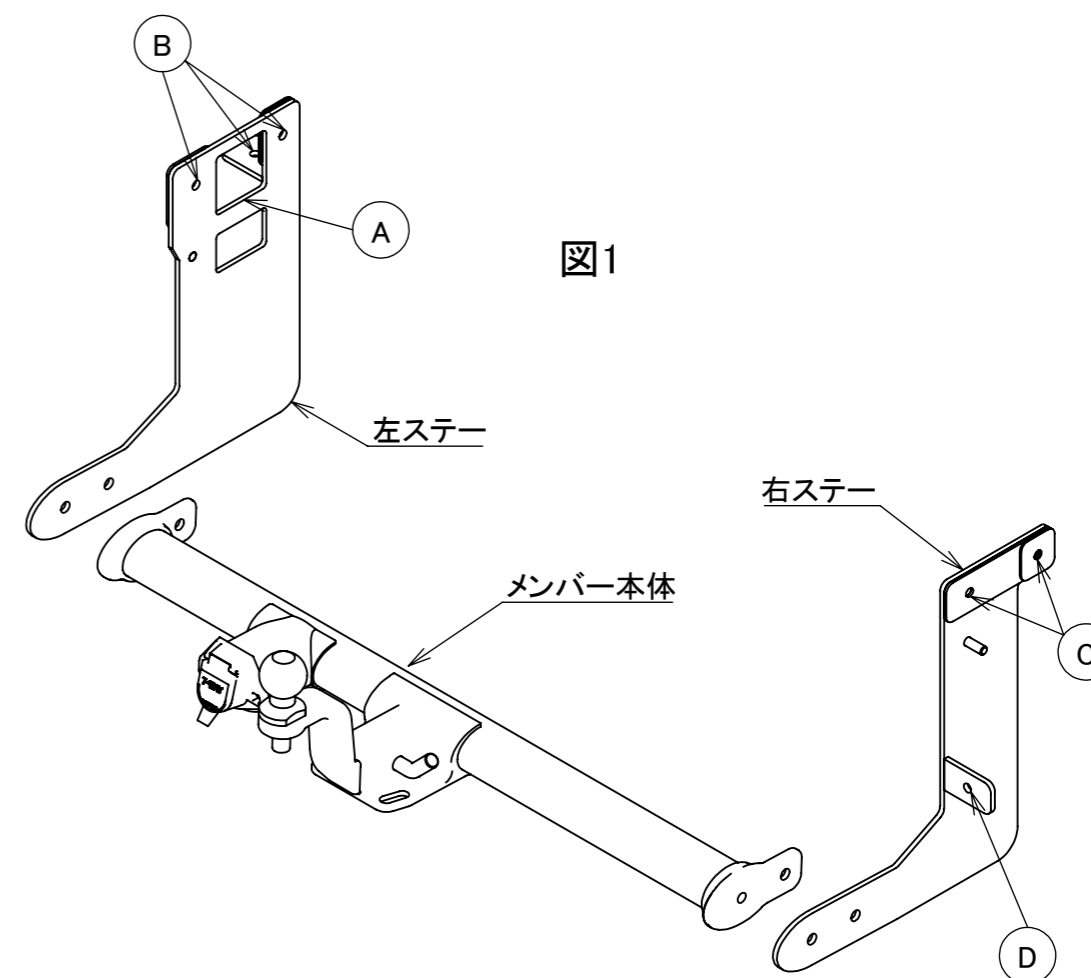

図1
- (1) バンパー、スペアタイヤ、マフラーを取り外してください。
- (2) 左ステアのAをマフラスターに通してプレートと丸棒を車両フレームの内側に押し当て、Bの穴位置をマーキングしその場所にφ11の穴を開けてください。(図1、2参照)
- (3) 右ステアのプレートと丸棒を車両フレームの内側に押し当て、Cの穴位置を車両フレームにマーキングしφ11の穴を開けてください。(図1、3参照)
- (4) 車両フレームにある既存穴1、既存穴2をφ30に加工して下さい。(p.2参照)
- (5) (2)、(3)、(4)で穴を加工したところに防錆処理を行って下さい。
- (6) それぞれに対応するナット付きプレート、ボルトを使用し、ステアを仮止めしてください。